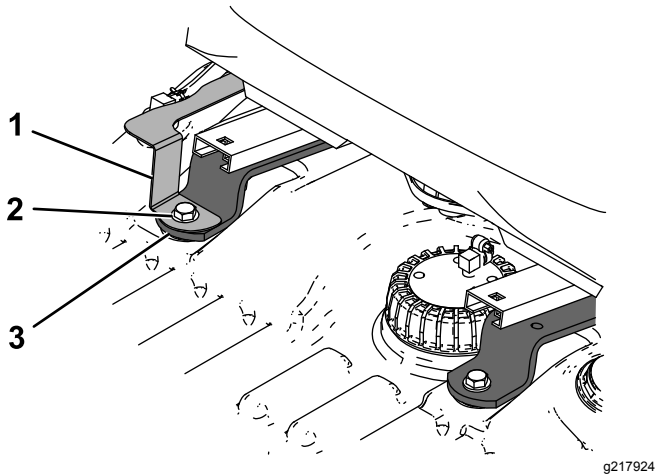

Figure 13
4. Fixez l'avant des supports du siège à l'aide de 2 boulons ($\frac{3}{8} \times 3$ po) et 2 rondelles (Figure 13).